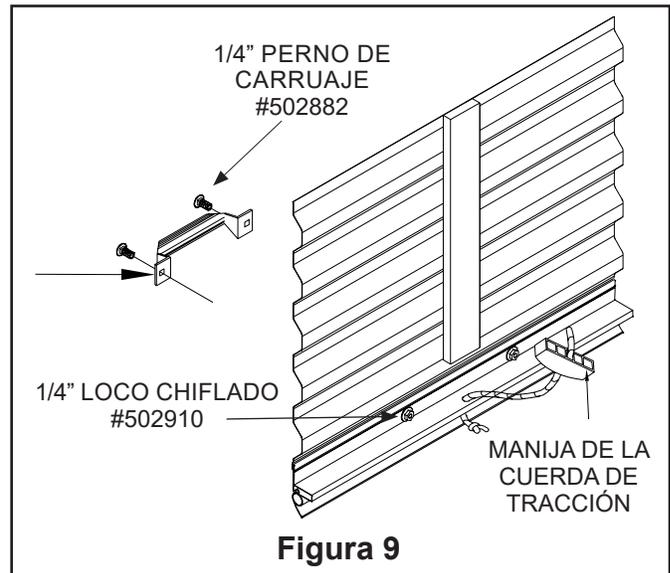

Figura 9
**8.1** Manija de la cuerda de tracción: Haga un nudo en un extremo de la cuerda. Deslice la perilla de plástico por la cuerda y jale del nudo hacia la perilla. Pase el otro extremo de la cuerda por el orificio en el centro del borde inferior de la puerta y haga otro nudo en el extremo para que la cuerda no se pueda salir (véase la Figura 9).